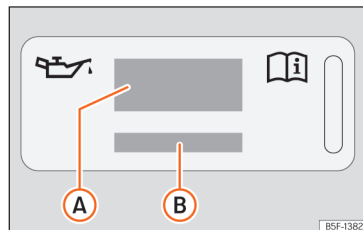
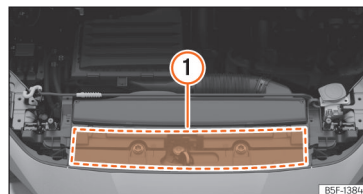

Fig. 230 En el vano motor: etiqueta de aceite de motor
Fig. 231 En el vano motor: zona de ubicación de la etiqueta de aceite de motor
Legenda de la »» » **fig. 230:**
»» fig. 230. La etiqueta con la norma prescrita se encuentra en la parte delantera en el vano motor »» fig. 231 ①. Si utiliza el aceite de motor recomendado, se puede corregir el nivel del llenado tantas veces como sea necesario.
- Si falta la etiqueta con la especificación del aceite motor »» fig. 230, póngase en contacto con un taller especializado.